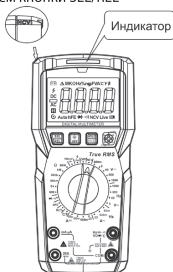

Рис. 13 Бесконтактное измерение напряжения
7.10 Бесконтактное измерение напряжения (NCV) (см. рис. 13)